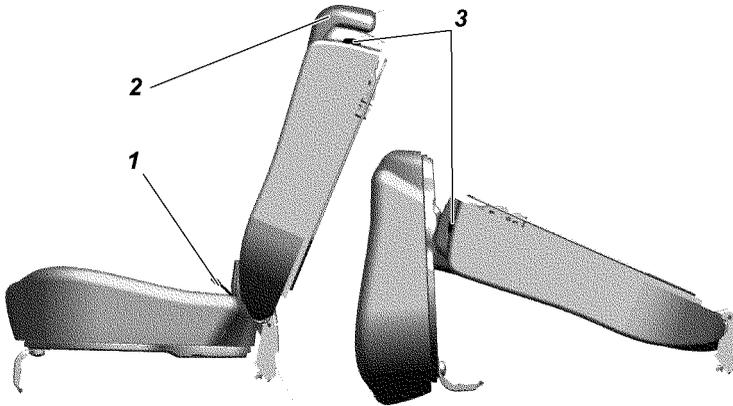

Рис. 3.33. Заднее трехместное сиденье:
**Заднее трехместное сиденье** (рис. 3.33) состоит из одноместной и двухместной подушки и одноместной и двухместной спинки.
- потяните за петлю 1 (рис. 3.33) и установите подушку в вертикальное положение;
- потяните за рычаг 3 по направлению движения автомобиля, освободив спинку, уложите ее, как показано на схеме, рис. 3.33;